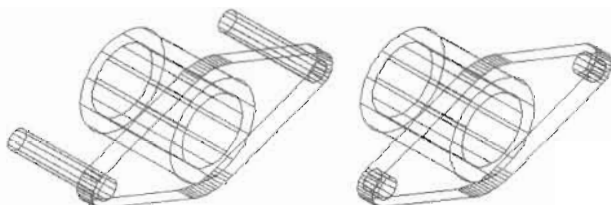

图 14-164
(7) 把 4 个圆拉伸 -30mm, 如图 14-164 (左) 所示; 然后把两个小圆柱体从菱形实体中挖掉, 以生成螺孔, 如图 14-164 (右) 所示。